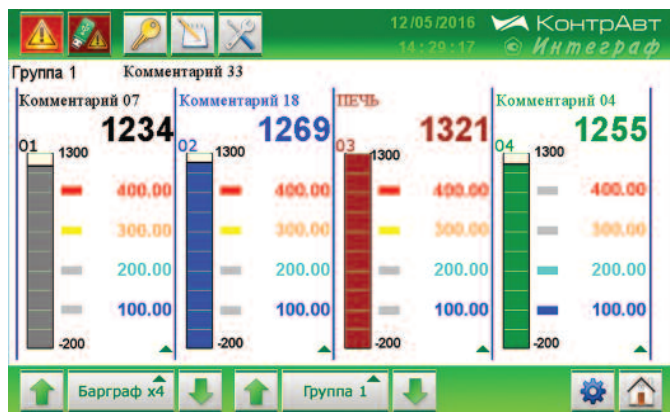

Рис. 8. Экран Барграфа x4
- Бар-граф x4 – групповой 4-канальный бар-граф аналоговых сигналов (рис. 8). Отображаемая информация: значения четырёх измеренных сигналов, входящих в группу, в цифровом виде, бар-граф, значения уставок для четырёх компараторов сигнализации для каждого сигнала, состояние всех четырёх компараторов сигнализации для каждого канала.